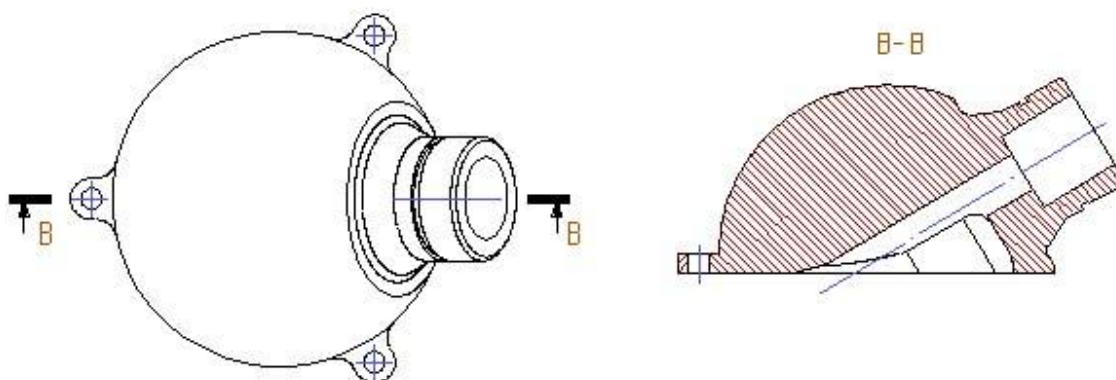

Рисунок 2.35 – Побудова розрізу деталі
3. Вкажіть вигляд зверху. З'явиться запит «Линия разреза». Вкажіть початкову і кінцеву точку лінії розрізу (рис. 2.35). Натисніть <Esc> або середню кнопку миші.
5. Встановіть розріз праворуч від вигляду зверху (рис. 2.35).